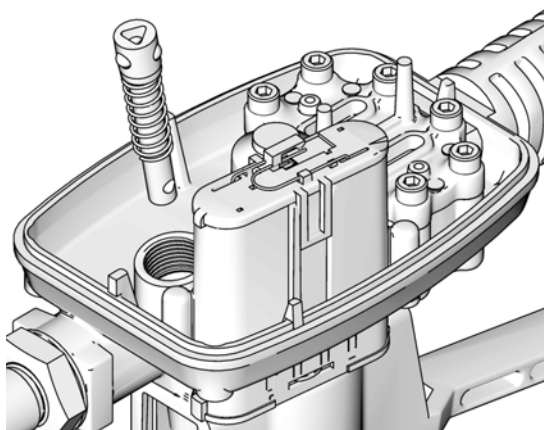

図 43
3. メーターハウジングの開口部にトリップロッドアセンブリを挿入します (図 43)。